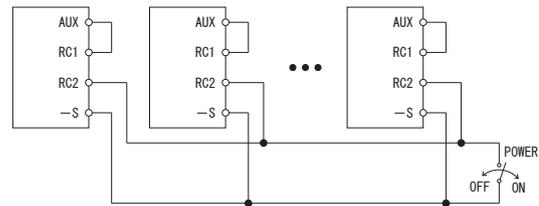

図4.3 並列運転時のリモートコントロール回路接続例
- 一斉起動が必要な場合は、全ての電源のリモートコントロール回路を接続して制御して下さい。接続例を図4.3に示します。その他の接続方法についてはアプリケーションマニュアルを参照してください。